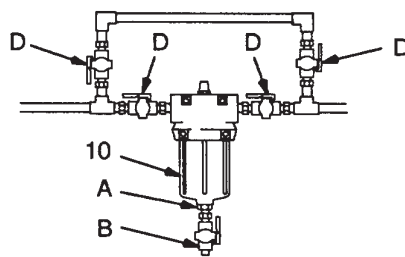

Fig. 2
Montare il filtro ed i tubi di by-pass come indicato nella Fig. 2. Si devono installare un raccordo (A) ed una valvola di scarico (B) sulla coppa del filtro (10) per alleggerire la pressione del fluido e scaricare il filtro prima di togliere la coppa. Montare quattro idonee valvole d'intercettazione (D), precisamente: sull'ingresso del filtro, sull'uscita del filtro, sull'ingresso al tubo di by-pass e sull'uscita del tubo di by-pass, in modo da poter indirizzare il fluido e isolare il filtro mentre si stanno eseguendo le operazioni di pulizia e di manutenzione su di esso.